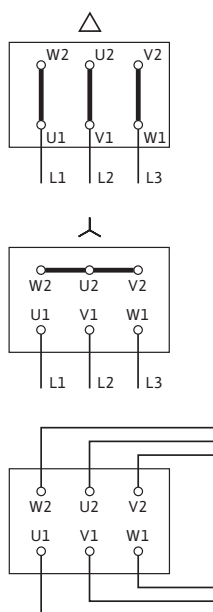

Fig. 17: Netaansluiting
Het aansluitschema voor de elektrische aansluiting bevindt zich in de klemmenkastafdekking (zie ook Fig. 17).
- De netaansluiting is afhankelijk van het motorvermogen  $P_2$ , van de netspanning en het inschakeltype. De noodzakelijke schakeling van de verbindingsbruggen in de klemmenkast kan in de volgende lijst "Tab. 4: Indeling van de aansluitklemmen" op pagina 101 evenals Fig. 17 worden gevonden.